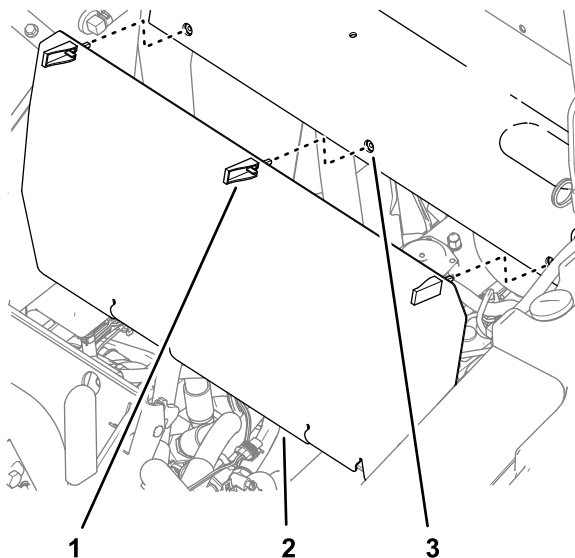

Figura 3
1. Abra los cierres del panel trasero (Figura 3).
2. Retire el panel trasero de la máquina (Figura 3).